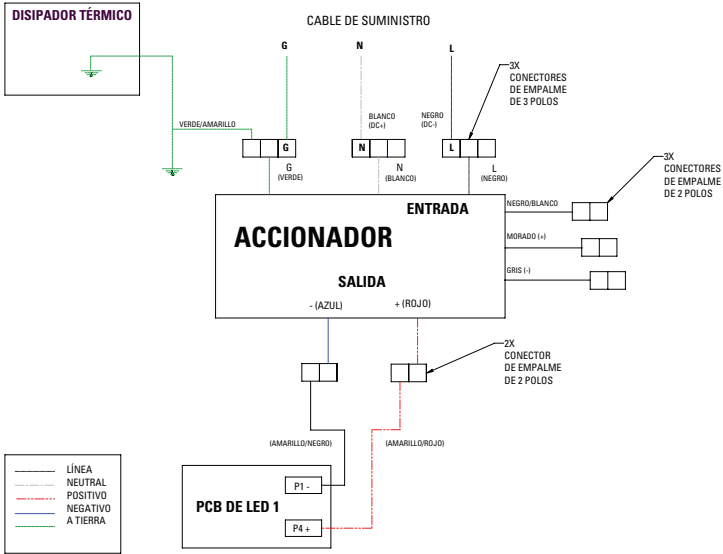

Figura 2
2. Todos los componentes en el dispositivo están conectados de manera que solo los cables en línea, neutrales y a tierra deban ser conectados en el dispositivo usando los conectores Wago suministrados y métodos que cumplen con todos los códigos aplicables. Para el diagrama de cableado, consultar la Figura 2.